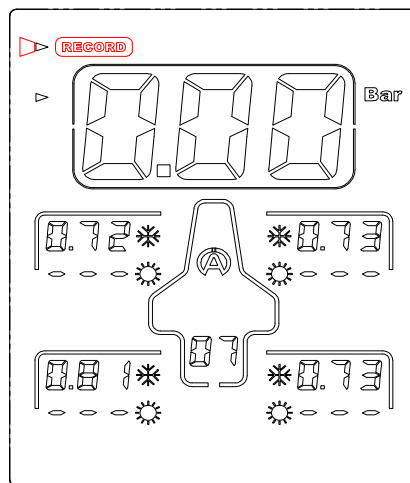

Figura 1
1) Com a ajuda dos botões  , seleccione o ícone **"RECORD"** (figura 1)